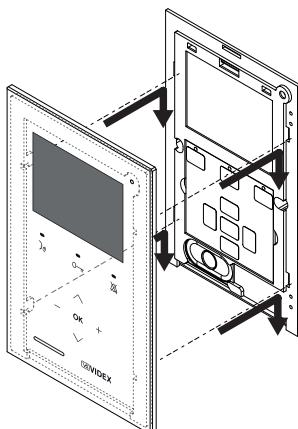
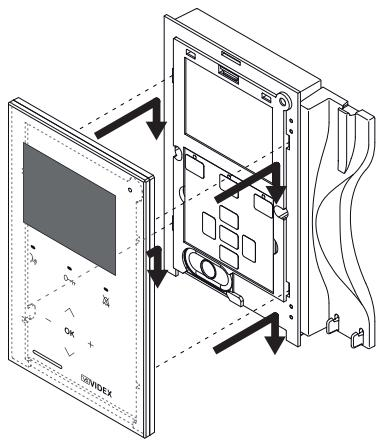
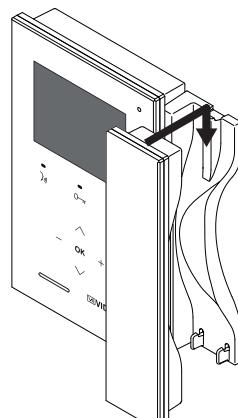

Fig. 4
Fig. 4a
Fig. 4b
4. Une fois le vidéophone est fixé à la boîte d'encastrement, rapprochez la plaque frontale du vidéophone en insérant les 4 crochets dans les fentes respectives, puis fixez-la en la poussant vers le bas comme indiqué sur la **fig. 4** ;
4. Une fois le vidéophone fixé au mur, rapprochez la plaque frontale du vidéophone en insérant les 4 crochets dans les fentes respectives, puis fixez-la en la poussant vers le bas comme indiqué sur la **Fig. 4a** et raccrochez le combiné comme indiqué dans **Fig. 4b** ;
- Retirez la plaque frontale en procédant de la façon contraire à ce qui a été indiqué sur la **Fig. 4 et la Fig. 4a** ;
- Accrochez la plaque comme indiqué sur **Fig. 4 et la Fig. 4a** avant que l'écran ne s'éteigne ;